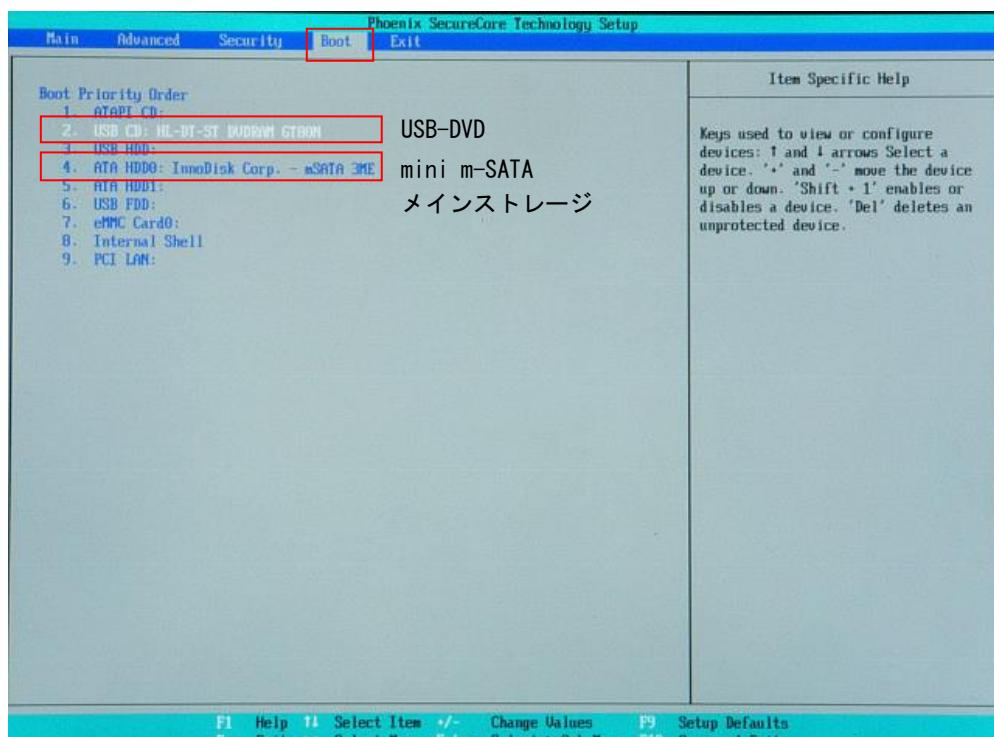

図 6-1-1-5. Boot デバイスの選択
- ⑫ [Exit] メニューを選択します。(図 6-1-1-6)
⑬ [Exit Saving Changes] を実行し、設定を保存して終了します。